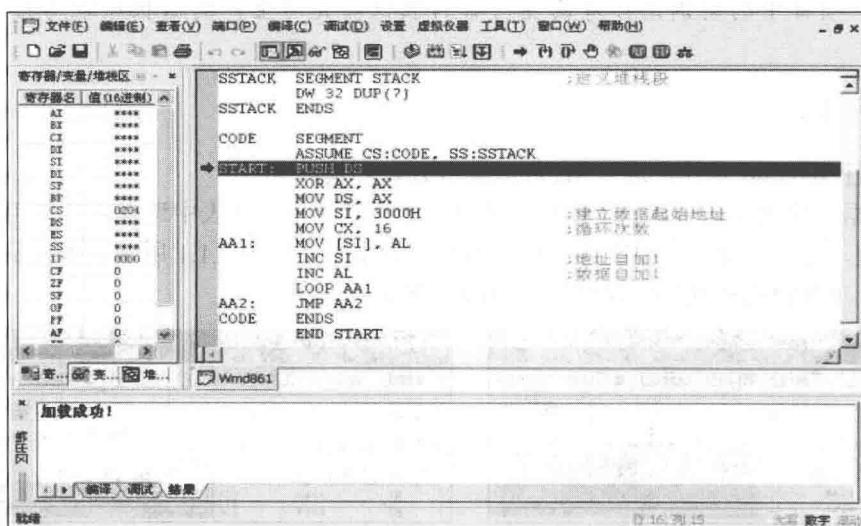

图 1.1.5 起始运行语句
7) 编译、链接都正确，且上下位机通信成功后，就可以下载程序、联机调试了。可以通过端口列表中的“端口测试”来检查通信是否正常，单击下载程序。下载成功后，在输出区的结果窗中会显示“加载成功！”，表示程序已正确下载。起始运行语句下会有一条绿色的背景，如图 1.1.5 所示。